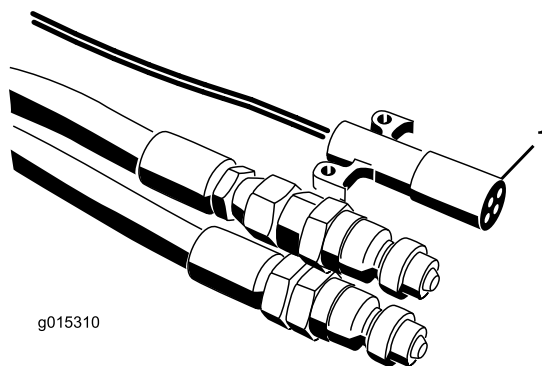
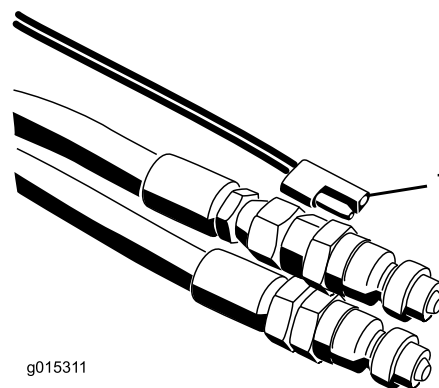

Рисунок 21
Рисунок 22
7. Подключите жгут проводов питания к буксирному автомобилю (Рисунок 21 и Рисунок 22). На моделях SH поместите подвесной двухпозиционный выключатель в пределах досягаемости с сиденья водителя. Убедитесь, что выключатель находится в положении «Выкл.».